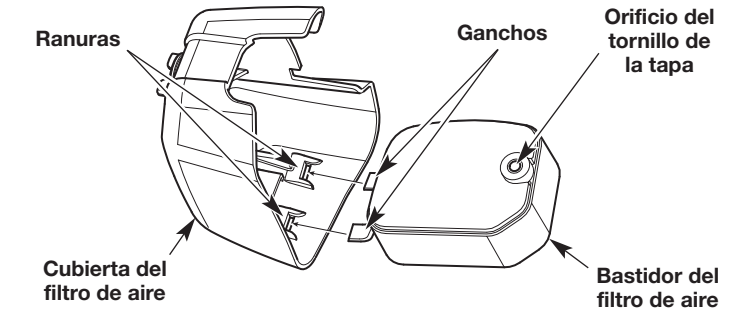

Fig. 11
7. Vuelva a ponerle la tapa al filtro de aire. Inserte los ganchos de la caja del filtro de aire en las ranuras de la tapa del filtro (Fig. 11).
8. Gire la tapa del filtro de aire a la derecha y alinee el tornillo de la tapa con el orificio correspondiente (Fig. 11). Apriete el tornillo para asegurar la tapa del filtro de aire.